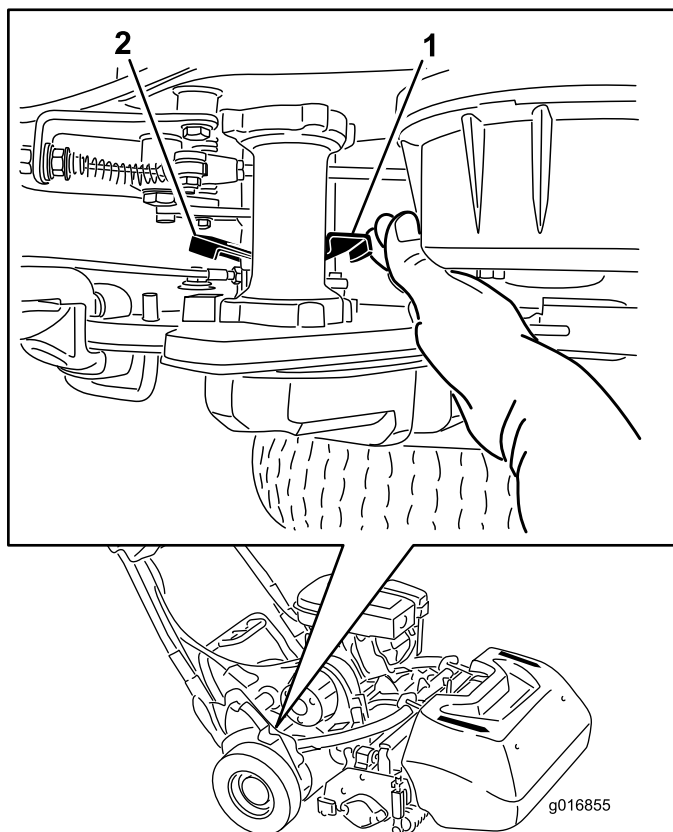

図 28
1. 機体の右後ろ角部にある走行解除レバーを探し出す（走行ハウジングドラムの隣にある）（図 28）。